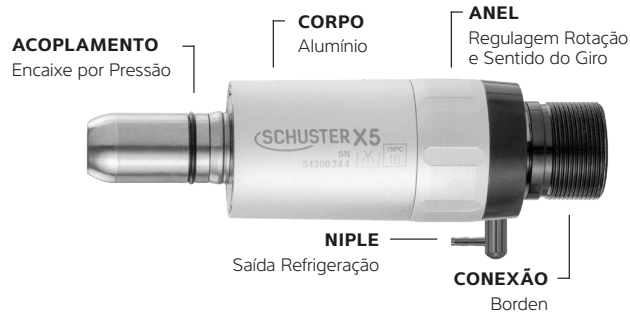

FIGURA 02
- ⚠ Verificar se os terminais de conexão do micromotor e do equipo são compatíveis com o sistema Borden de conexão de entrada Tipo 1 longo de 2 furos conforme ISO 9168 (FIGURA 02).